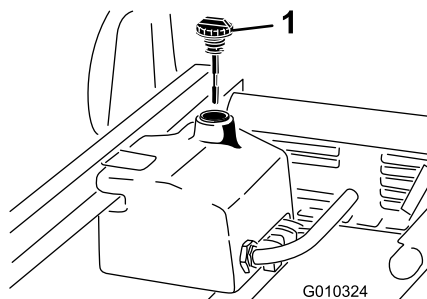

Figura 19
1. Pulite la zona intorno al collo del bocchettone e il tappo del serbatoio idraulico (Figura 19). Togliete il tappo dal collo del bocchettone.
2. Togliete l'asta di livello (Figura 19) dal collo del bocchettone e pulitela strofinando con un panno pulito. Inserite l'asta di livello nel collo del bocchettone, quindi estraetela e controllate il livello del fluido. Il livello del fluido deve essere compreso tra le due tacche dell'asta di livello.